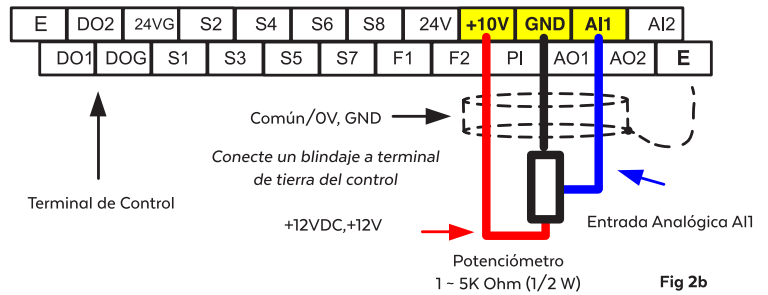

Fig 2b
-Remover la tapa frontal (Ver Manual A510) y hacer las conexiones como se muestran abajo en la Fig 2b